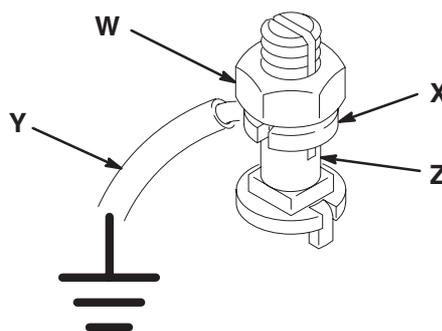

Abb. 1
1. *Pumpe*: Erdungskabel und Klemme verwenden. Siehe Abb. 1.
Die Sicherungsmutter (W) und die Scheibe (X) der Erdungsklammer lösen. Ein Ende eines mindestens 1,5 mm² dicken Erdungskabels (Y) in den Schlitz der Klammer (Z) stecken und die Sicherungsmutter fest andrehen. Siehe Abb. 1. Das andere Ende des Kabels mit einer guten Masse verbinden. Erdungskabel und Klemme mit Teile-Nr. 222-011 bestellen.